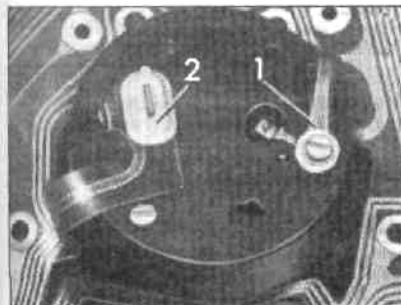

Рис. 10.34 Подсоединение часов нормального типа (Глава 20)
- 6 При замене стрелочных индикаторов (включая указатель уровня топлива) важно гарантировать правильные подсоединения печатной платы. Соединения показаны на Рис. 10.34.